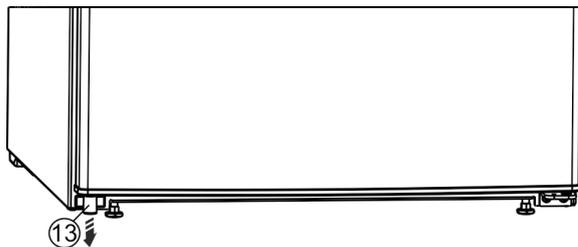

Fig. 14 *
- Estrarre il distanziatore Fig. 14 (13) dalla porta, in basso a sinistra.*